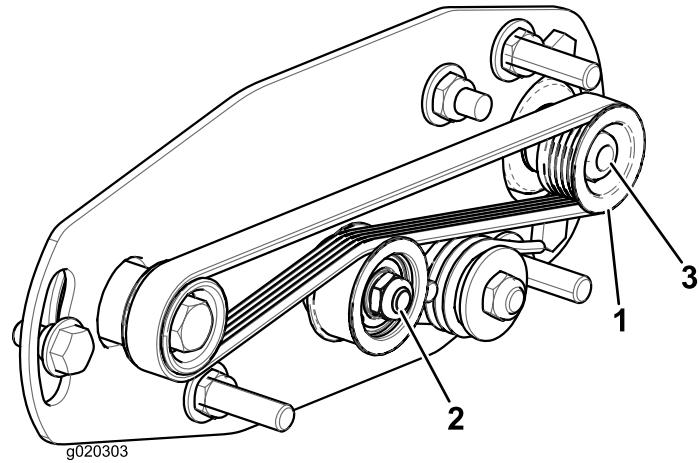
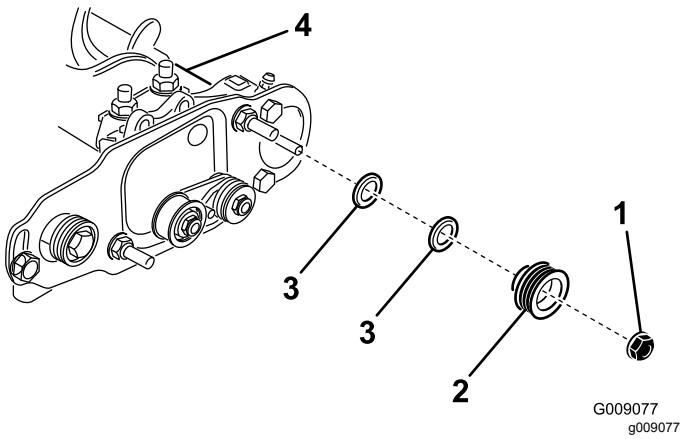

图 22
图 23
1. 从动皮带轮位于滚筒刷轴可以自由出入图 22。
2. 旋转滚刀会带动驱动皮带轮旋转把皮带从驱动皮带轮上撬下来 **图 22**。
3. 卸下将从动皮带轮固定至刷轴的锁紧螺母 **图 22** 或 **图 23**。
4. 从轴上卸下从动皮带轮 **图 23**。
5. 如果皮带轮需要移出可添加 0.8mm 厚的垫圈 **图 23**。